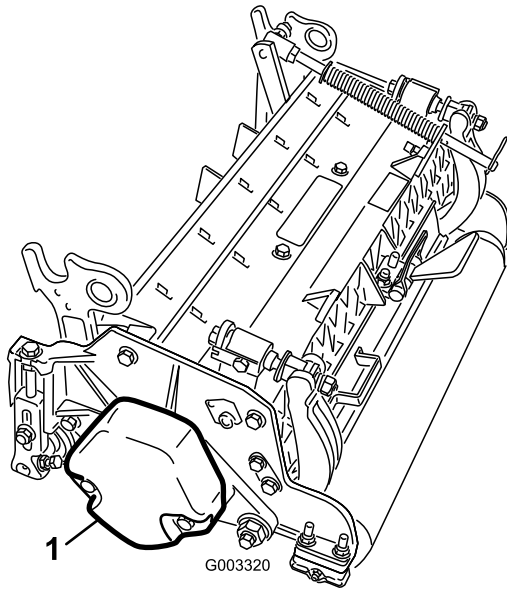

Bild 9
5. Stellen Sie sicher, dass der Gegenballast (Bild 9) am richtigen Ende der Schneideinheit montiert ist, siehe die *Bedienungsanleitung* der Schneideinheit.